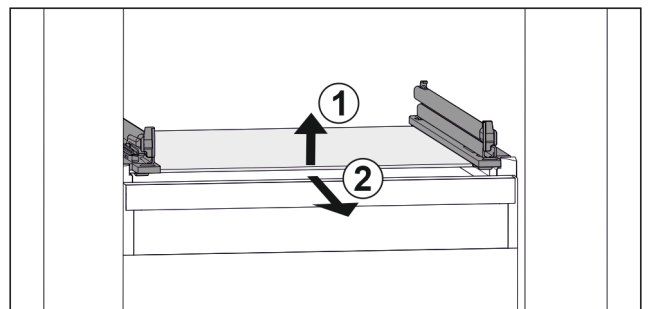

Fig. 41 Representación de la placa de vidrio a modo de ejemplo
- ▶ Levante la placa de vidrio por delante. *Fig. 41 (1)*
- ▶ Retire la placa de vidrio hacia delante. *Fig. 41 (2)*